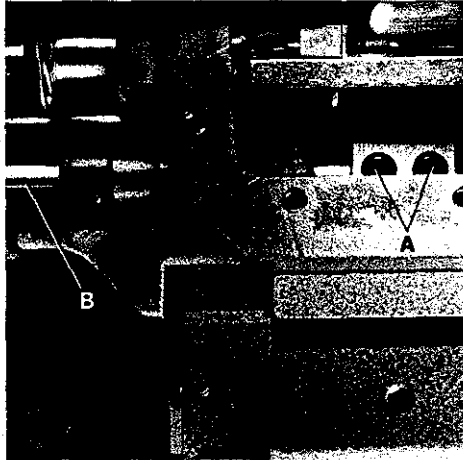

Fig.72
If the main and the differential feed dogs are not parallel to throat plate top surface at the moment they rise above throat plate, loosen screws (A, Fig. 72) and turn shaft (B) as required to set the feed dogs parallel. Retighten screws.
Stehen der Haupttransporteur und der Differentialtransporteur bei ihrem Austritt aus der Stichplatte nicht parallel zur Stichplattenoberkante, so kann nach Lösen der Schrauben (A, Fig. 72) die Welle (B) so gedreht werden, daß die Transporteure parallel stehen. Ziehen Sie die Schrauben wieder an.